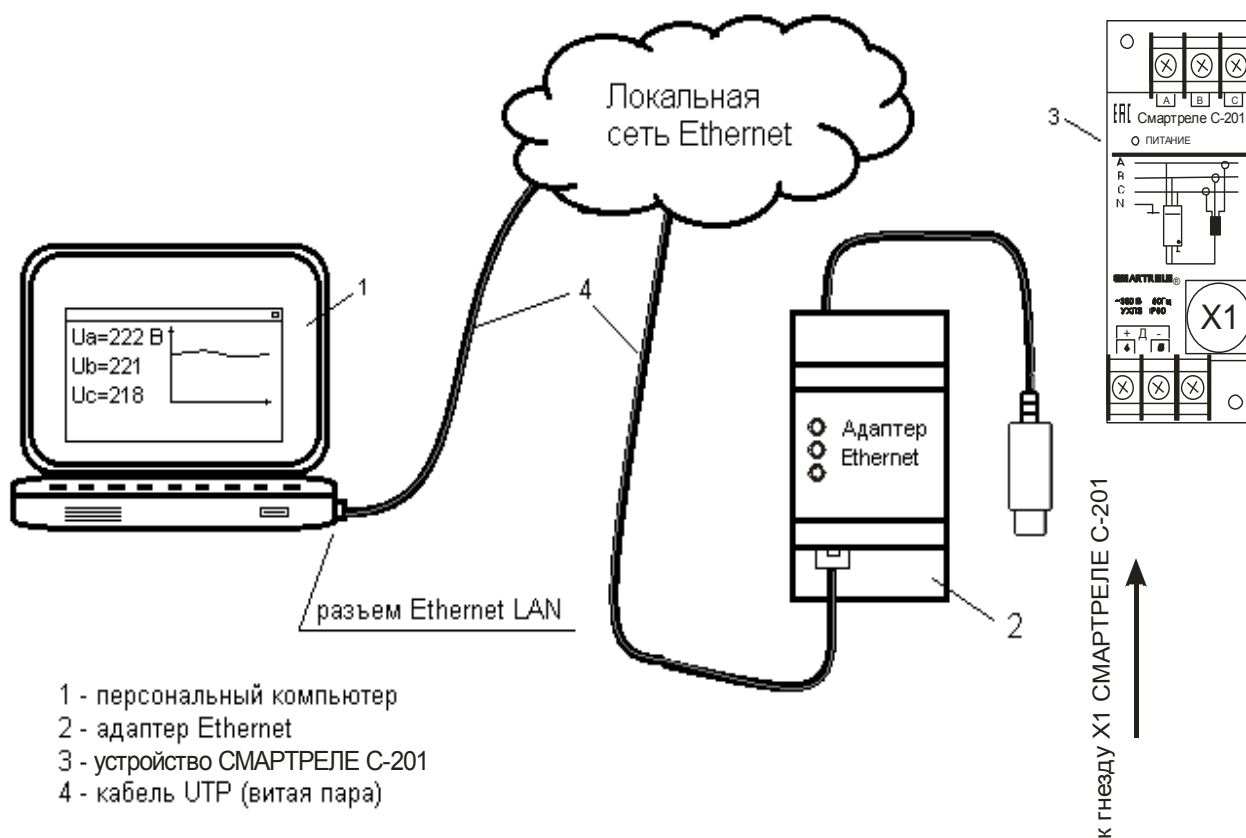

Рисунок 10 – подключение устройства СМАРТРЕЛЕ С-201 в локальную вычислительную сеть при помощи адаптера Ethernet
4.9 Соединение устройства с ПК может быть выполнено посредством аппаратных средств интерфейса Ethernet (рис.10).